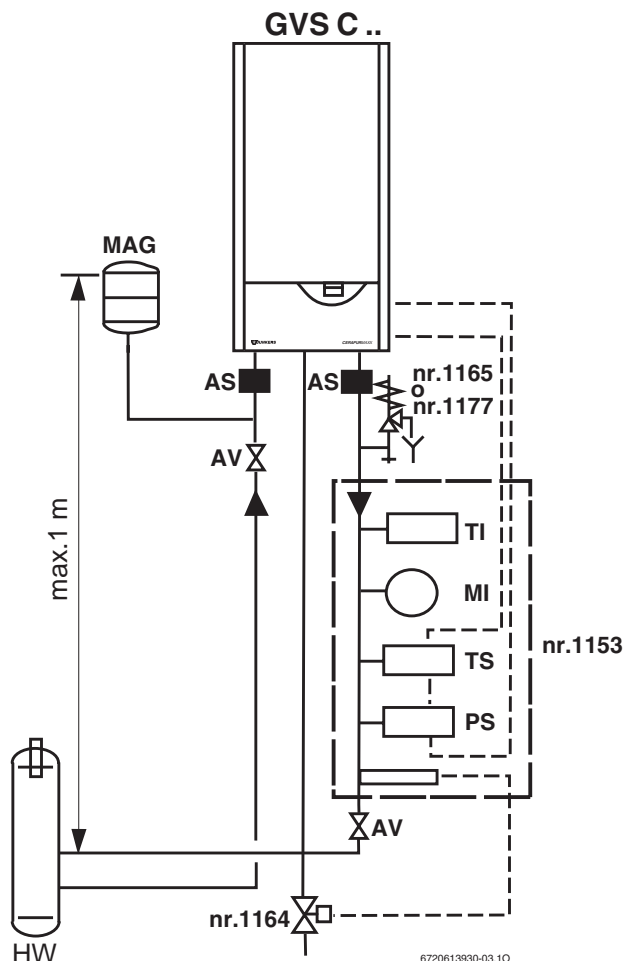

Fig. 13 Schema funzionale
- Collegare questo accessorio secondo le istruzioni di installazione allegate nell'accessorio. A questo gruppo di sicurezza nr. 1153, è collegabile elettricamente la valvola di intercettazione combustibile nr. 1164 (→ Fig. 13).